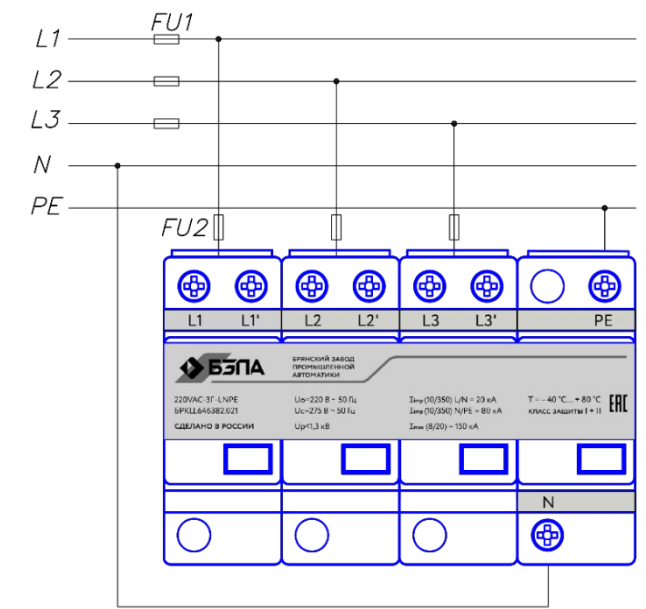

Рисунок 6 – Подключение УЗПИ по параллельной схеме
1.5.4 Подключение УЗПИ по параллельной схеме показано на рис. 6. Защитные предохранители FU1 устанавливаются на вводе в электроустановку. Номинал защитных предохранителей FU2 = 315 А gG, устанавливаются при FU1 > 315 А gG